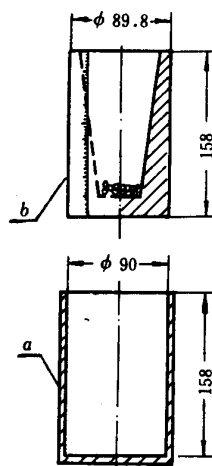

图 3 表观密度测量装置
(1) 天平：感量0.1克；
(2) 测量圆筒：金属制成，内部光滑，形状尺寸如图3(a)所示；
(3) 柱塞：金属制成，外部光滑，形状尺寸如图3(b)所示，外侧有刻度，其间隔为1毫米，总重量为 2300 ± 20 克(用铅球调节)。